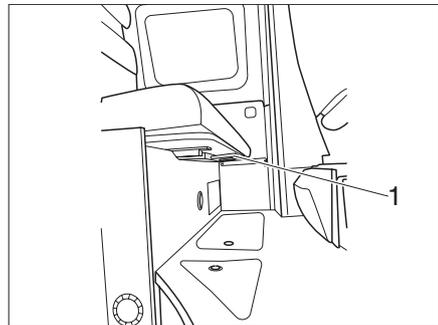

Fig. 39 Déplacer la banquette
- ▶ Saisir le levier (Fig. 39,1) sous le siège et le tirer vers l'avant.
- ▶ Relâcher le levier (Fig. 39,1) à nouveau.